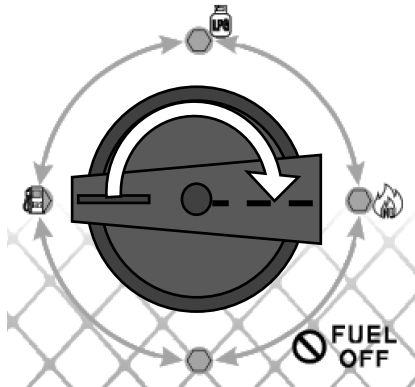

Рисунок 12. Схема роботи перемикача пуску при запуску двигуна моделі «IG 13.0gsat dual power» на природному газі з попереднім прогрівом на бензині.
б) повернути перемикач пуску з положення «Бензин» в положення «Природний газ (NG)»; напрямок повороту перемикача для моделі «IG 13.0gsat dual power» вказаний на рис. 12.